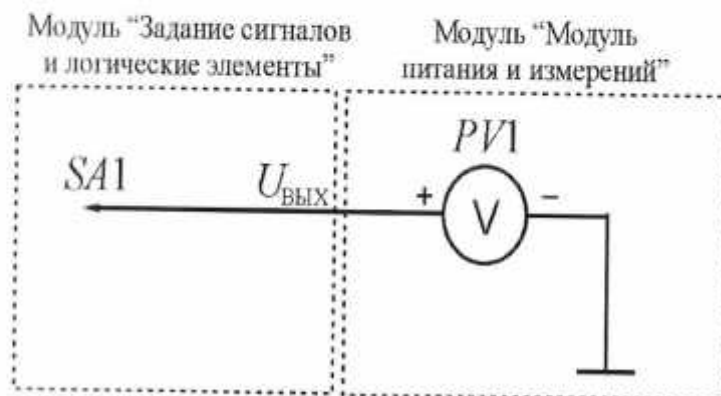

Рис. 1.16. Схема электрическая соединений лабораторных модулей для изучения способа задания логических уровней
2. Согласно рис. 1.16 выполнить электрические соединения модулей для изучения способа задания логических уровней. **Монтаж схемы производить при отключенных автоматических выключателях и переключателях питания.**
5. Согласно рис. 1.16 выполнить электрические соединения модулей для изучения способа задания логического сигнала при помощи схемы формирования импульсов «без дребезга». **Монтаж схемы производить при отключенных автоматических выключателях и переключателях питания.**
Рис. 1.16. Схема электрическая соединений лабораторных модулей для изучения способа задания логического сигнала при помощи схемы формирования импульсов «бездребезга»